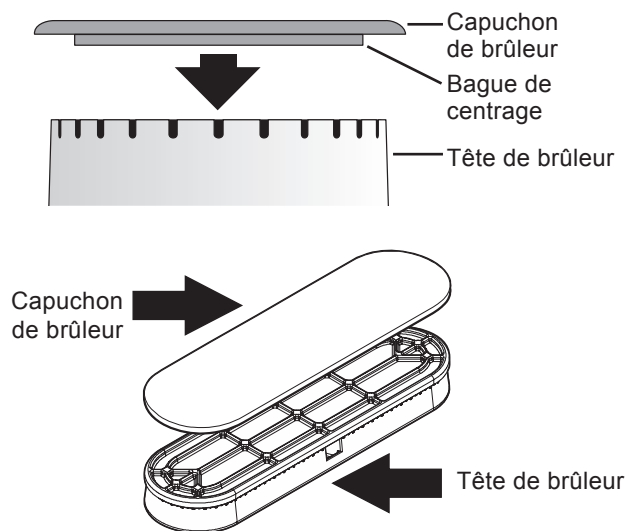

Figure 19 : Assemblage d'un capuchon de brûleur
1. Placer un capuchon sur chaque tête de brûleur; il doit correspondre à la taille de brûleur (voir la Figure 19). Le bouchon de chaque brûleur est muni d'une bague intérieure pour centrer correctement le capuchon sur la tête de brûleur.